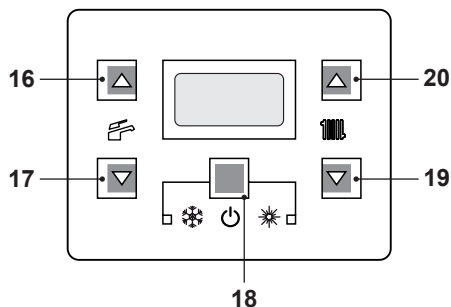
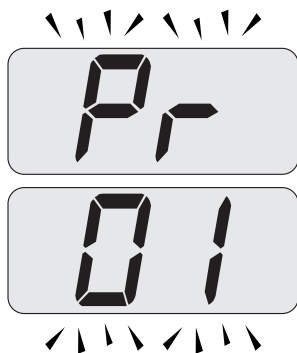
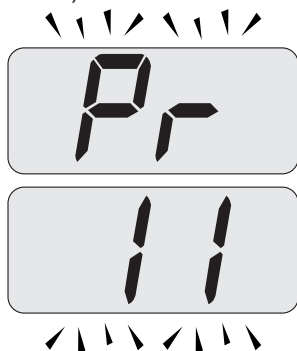

Figura 5.53
Figura 5.54
Figura 5.55
Comunque se la temperatura ambiente non dovesse essere confortevole si può aumentare o diminuire la temperatura di mandata dell'impianto riscaldamento di  $\pm 15^\circ\text{C}$  agendo sui tasti 19 (diminuzione) e 20 (aumento) (Figura 5.53).
- Entrare in "modalità programmazione" premendo contemporaneamente per 10 secondi i tasti 18 - 19 - 20 (Figura 5.53) fino a far apparire sul display LCD le lettere **Pr** che si alternano con il codice **01**, indicanti l'entrata nel "parametro 01" (Figura 5.54).
- Scorrere i vari parametri utilizzando i tasti 19 o 20 fino a far apparire sul display LCD le lettere **Pr** che si alternano con il codice **11**, indicanti l'entrata nel "parametro 11" (Figura 5.55).
- Premere contemporaneamente i tasti 18 e 20 (Figura 5.53) fino a far apparire sul
- Premendo il tasto 18 (Figura 5.53) si ottiene la conferma del valore inserito.
- Premendo contemporaneamente i tasti 18 e 19 (Figura 5.53) si esce senza modificare il valore (ritorno alla lista parametri Figura 5.55)
- Premendo contemporaneamente per 10 secondi i tasti 18 - 19 - 20 (Figura 5.53) si esce dalla "modalità programmazione".